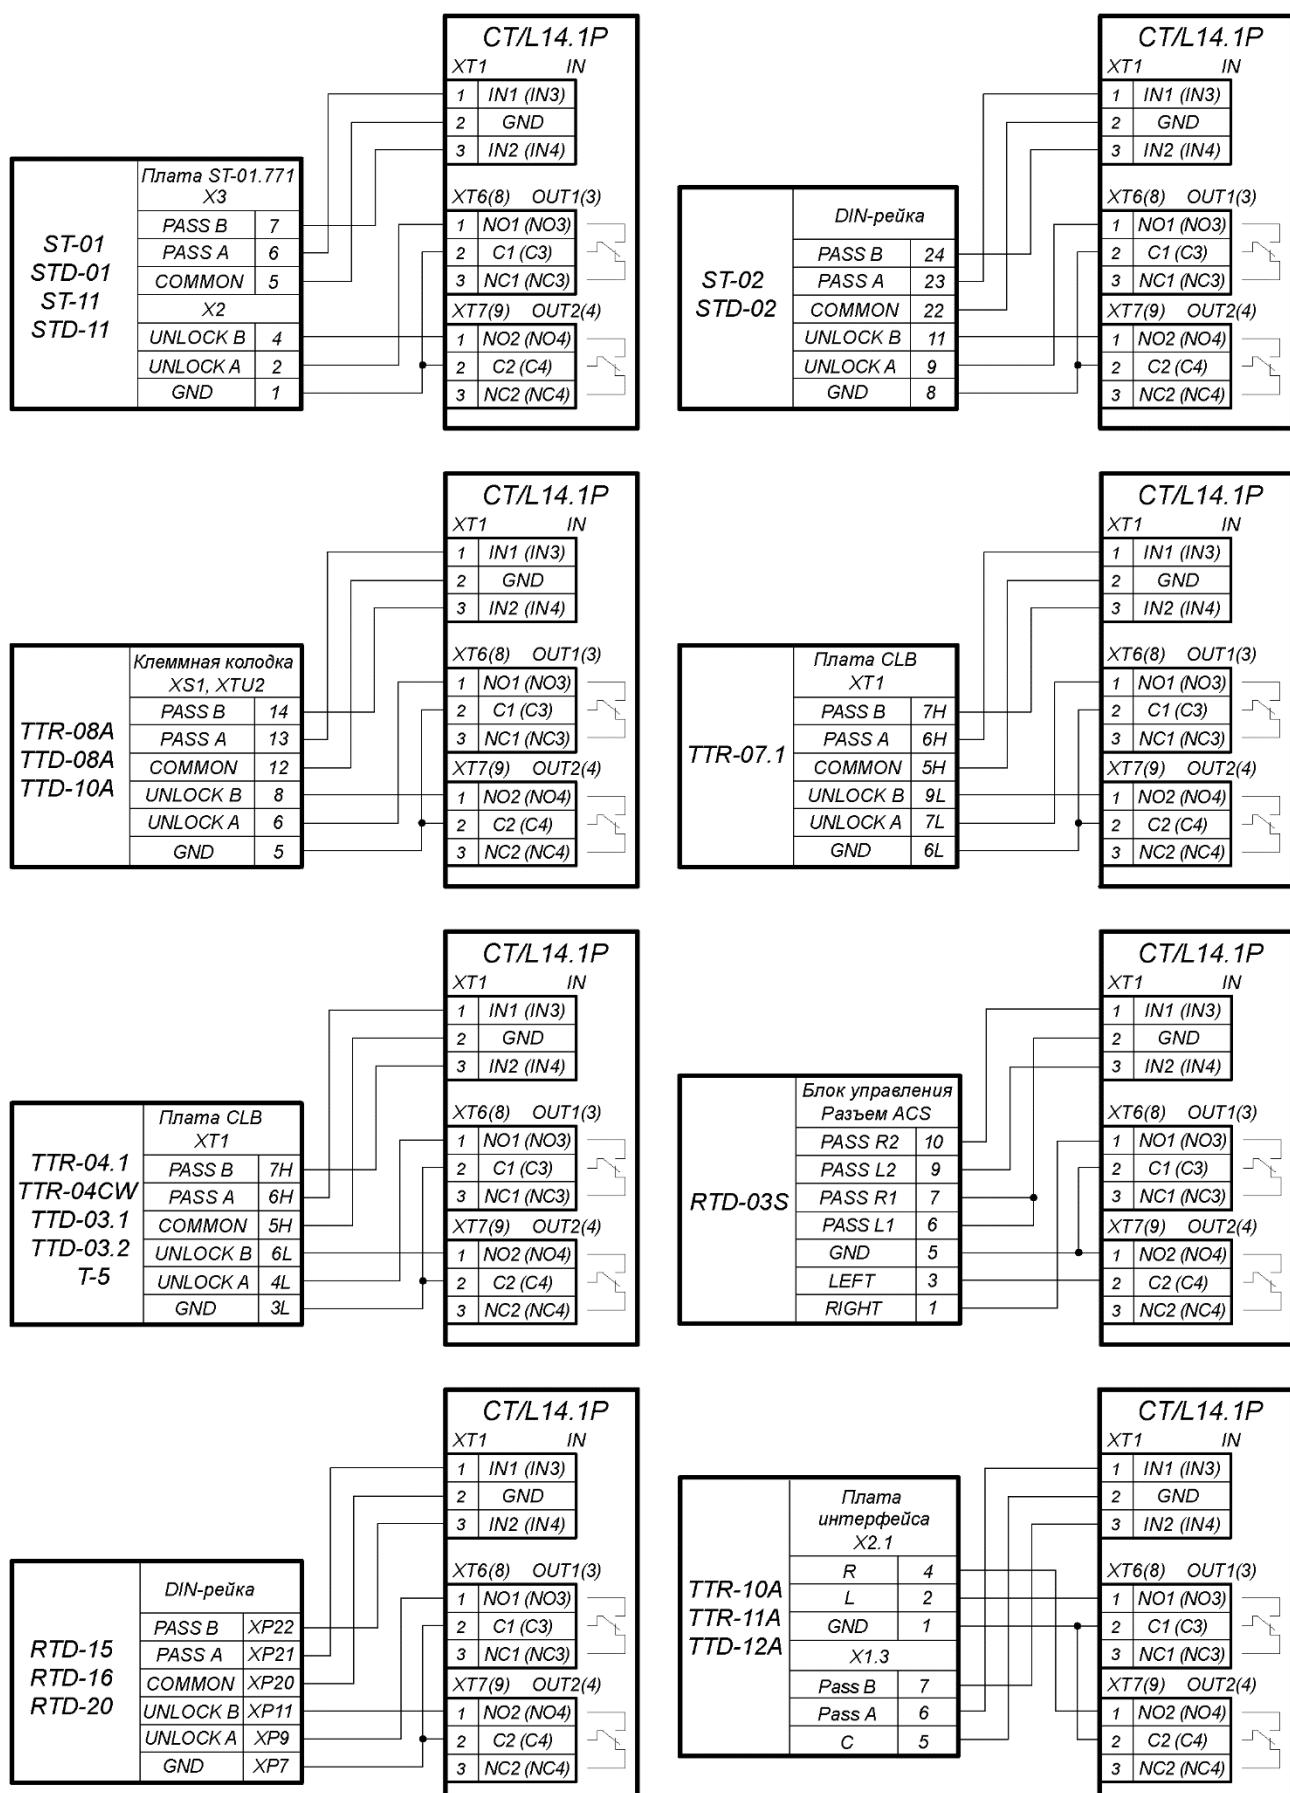

Рисунок 7. Схемы подключений турникетов
2. Турникет (блок управления турникетом) №1 подключается к клеммным колодкам **XT1**, **XT6**, **XT7** нижней платы контроллера в соответствии со схемой для данного типа турникета (см. рис. 7).
3. Турникет (блок управления турникетом) №2 подключается к клеммным колодкам **XT1**, **XT8**, **XT9** нижней платы контроллера в соответствии со схемой для данного типа турникета (см. рис. 7).